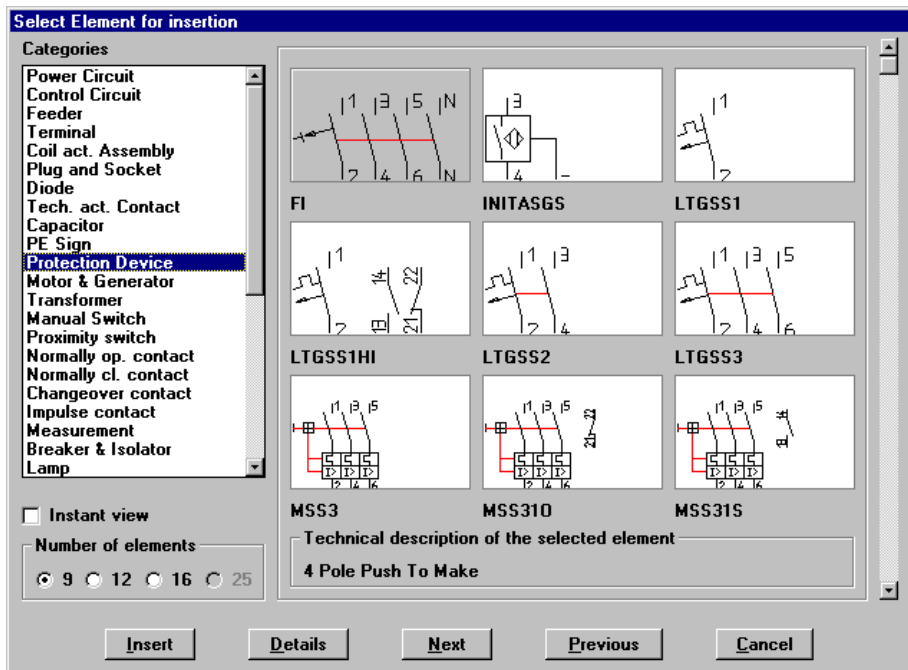

Fig. 4 Filă de meniu icon aparținând aplicației CADELEC
- **CADELEC** – este o aplicație bazată pe AutoCAD, destinată realizării proiectelor electrice în domeniul electrotehnic și automatizării industriale, fiind un produs al firmei elvețiene SISCAD. CADELEC pune la dispoziția utilizatorilor, biblioteci de simboluri predefinite ce conțin elemente – simboluri electrice – grupate pe categorii, pe care aceștia le pot insera în sistem funcție de destinația lor (de ex. motoare, generatoare, elemente de protecție, contactoare, etc.-fig.4). Folosind din plin facilitățile de desenare ale AutoCAD, aplicația oferă în plus o mare varietate de funcții și facilități specifice proiectării electrice. Odată realizat desenul, sistemul de analiză a bazelor de date CADELEC, permite obținerea și analiza unei mari varietăți de informații în funcție de mai multe opțiuni de analiză/raportare.